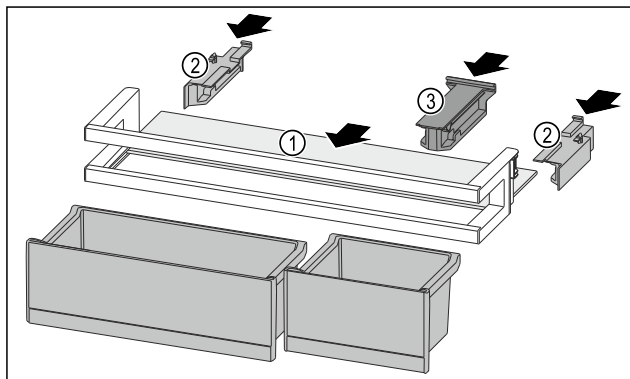

Fig. 128
- Odkládací plochu Fig. 128 (1) zasuňte do bočních vybrání.
- Boční díly Fig. 128 (2) vložte.
- Držák Fig. 128 (3) vložte.